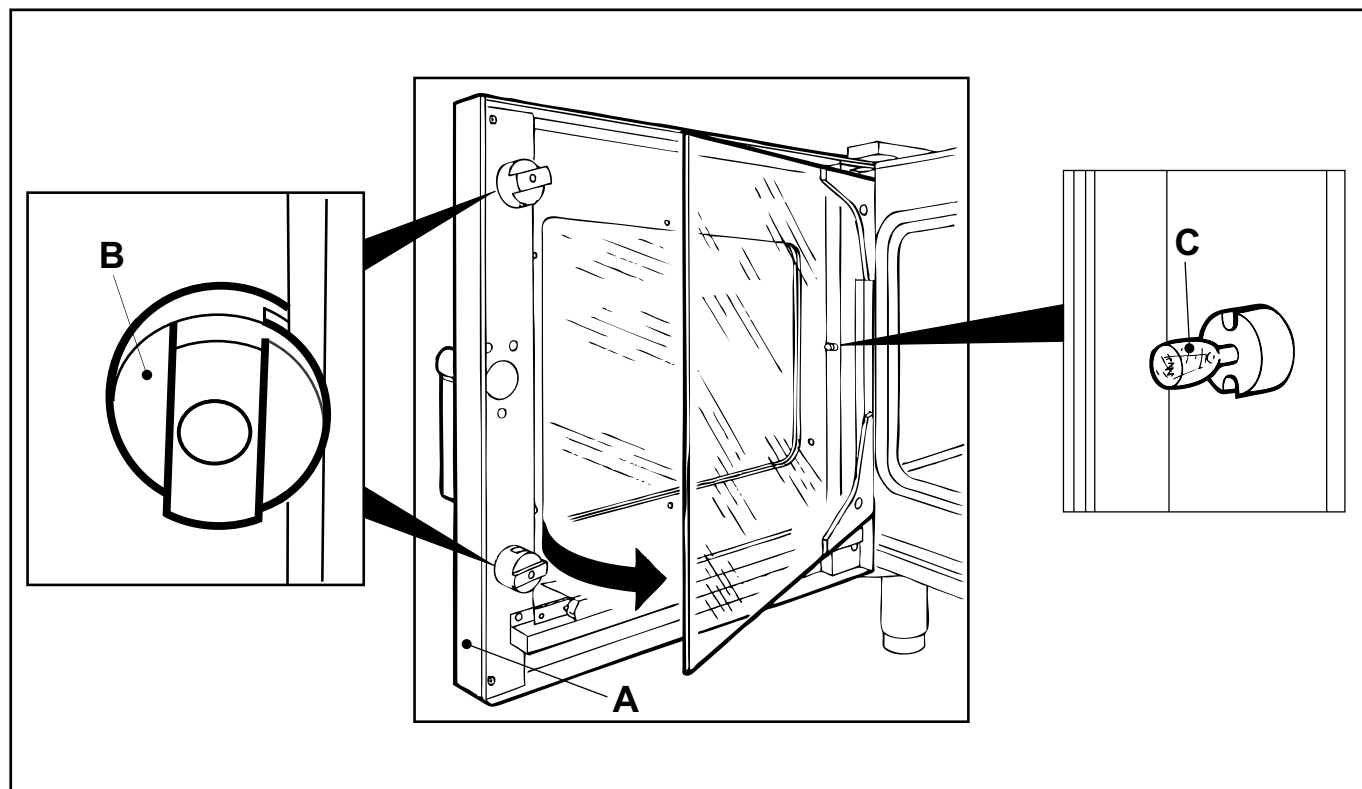

fig. 9
- 1) Aprire la porta del forno (**A** - fig. 9).
- 2) Ruotare i fermi in plastica (**B** - fig. 9) di bloccaggio del vetro interno ed aprirlo a libro.
- 3) Sostituire la lampadina (**C** - fig. 9).